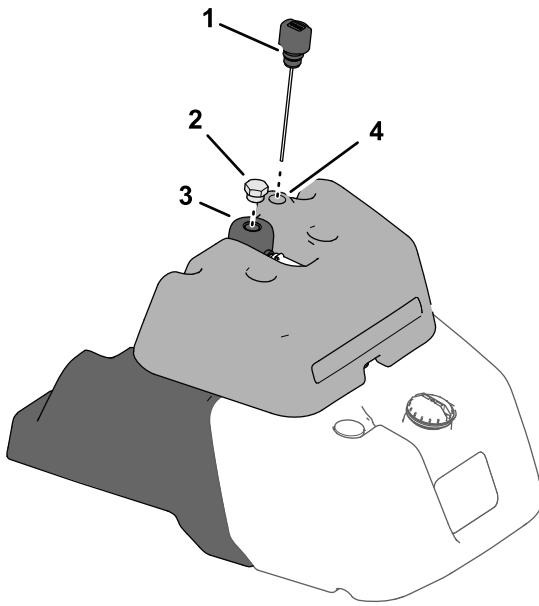

図 36
- 燃料タンク上部に燃料計が付いているマシンでは、リークディテクタのタンク上部にあるディップスティックを探し出し 図 36ステップ 3 に進んでください。